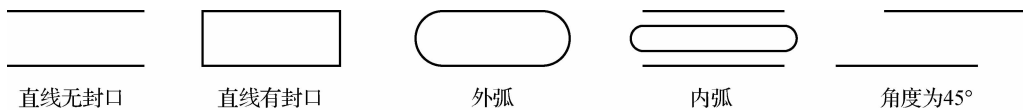

图 4-4 不同方式封口的多线
①“说明”文本框:用于输入对所定义多线的说明。
②“封口”选项组:用于设置多线的封口方式,包括直线、外弧、内弧、角度 4 种方式,如图 4-4 所示。